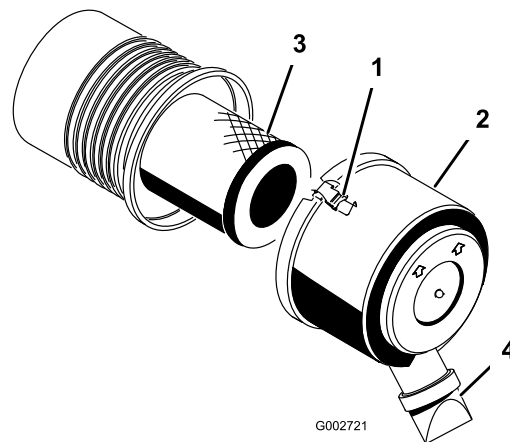

Figura 27
1. Eliberați elementele care fixează capacul filtrului de aer pe corpul acestuia (Figura 27).